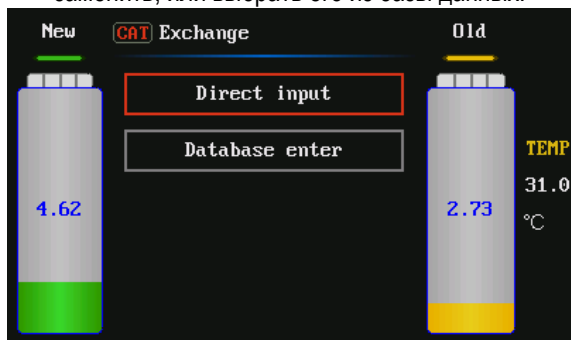

Рис. 13
- 3) Замена трансмиссионной жидкости: как показано на Рис. 13, вы можете сами ввести объем жидкости, который необходимо заменить, или выбрать его из базы данных.
Печать завершена, система возвращается в интерфейс, как показано на Рис.13.